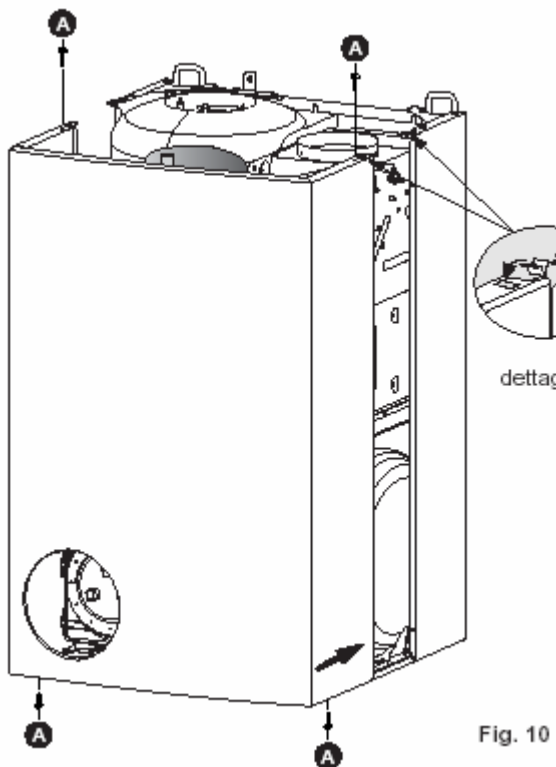

Fig. 10
- desprindeți dispozitivele fixe (detalii - fig. 10)
- poziționați carcasa (fig. 10)